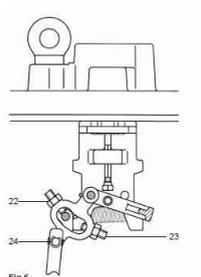

Fig 6
**Nota:** O conjunto de parafusos da articulação (Fig. 6) vem regulado de fábrica e não deve ser mexido durante a